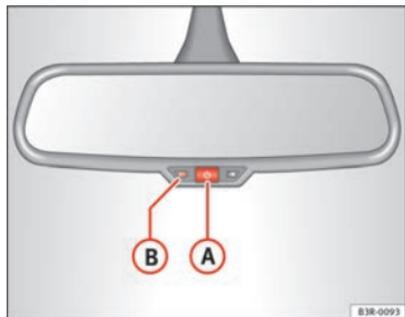

Fig. 103 Espelho retrovisor interior com ajuste para a posição antiencandeamento: Aviso de controlo e interruptor
- Premir o botão **A** ⇒ fig. 103. O aviso de controlo **B** apaga-se.
- Premir o botão **A** ⇒ fig. 103. O aviso de controlo **B** acende-se.